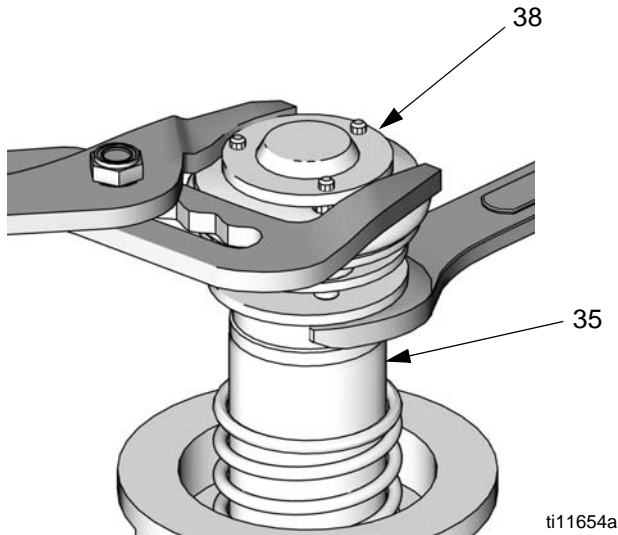
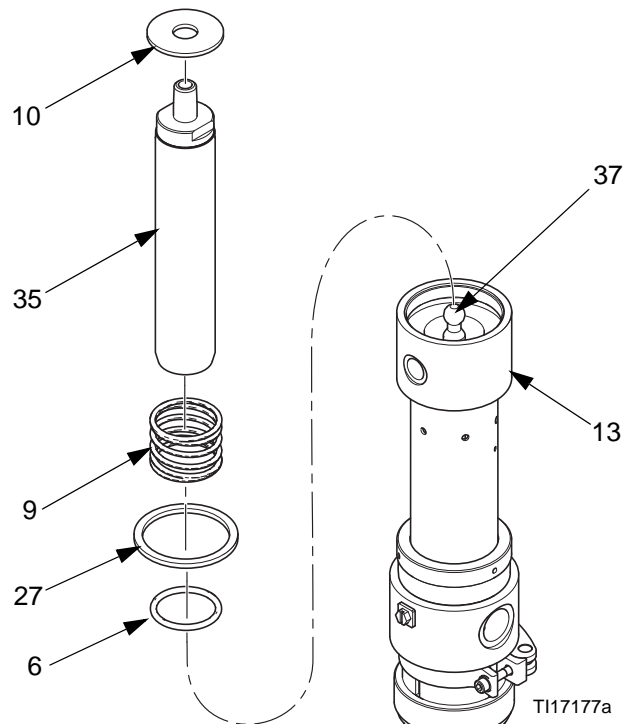

FIG. 11
FIG. 13
- Använd en tång på luftventilkolvens topplatta (38) och en skiftnyckel på kolvstången (35) för att skruva loss luftventilkolven från kolvstången. Se FIG. 11.
- Avlägsna låsbrickan (10), den nedre fjädern (9) och packningen (27). Kontrollera om det finns slitage eller skada och byt ut delar vid behov. Se FIG. 13.
- Montera tillbaka o-ringens (6). Sätt tillbaka kolvstången (35) och pumpens kopplingsstång (37). Se FIG. 13.
- Sätt tillbaka packningen (11), fjädern (9) och brickan (10). Återmontera kolven (38). Applicera gängtätning på kolvstångens (35) gängor och skruva försiktigt fast kolven (38) på stängens. Se FIG. 11 och FIG. 13.